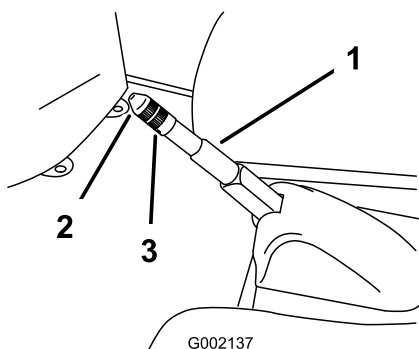

Figura 51
2. Desaperte o parafuso de afinação que fixa o manípulo à alavanca do travão de estacionamento (Figura 51).